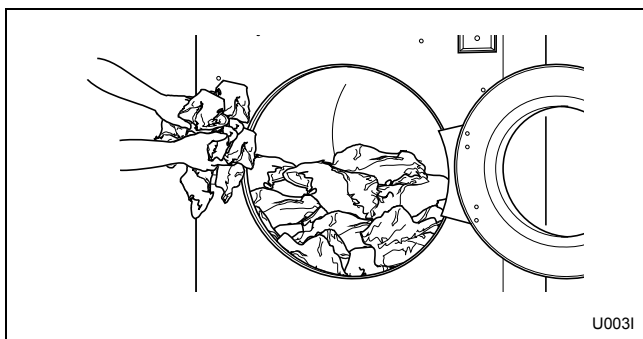

Figura 4
3. Cargue según la capacidad siempre que sea posible. NO LA SOBRECARGUE. Consulte la *Figura 4*.